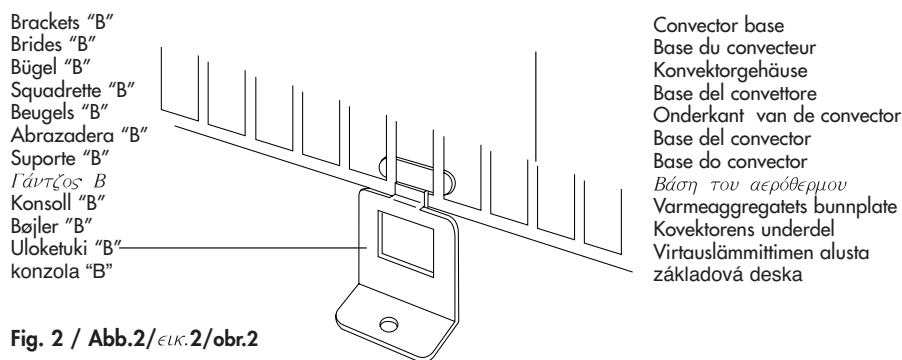

Fig. 2 / Abb.2/εΚ.2/obr.2
2. Hang the convector on the two brackets fixed to the wall and insert metal brackets "B" into the bottom rear section of the base of the convector as indicated in figure 2, one at each end.
2. Suspendez le convecteur aux deux brides fixées au mur, et insérez les brides métalliques "B" dans la partie arrière inférieure de la base du convecteur, comme illustré à la figure 2, une sur chaque côté.
2. Hängen Sie den Konvektor an die beiden an der Wand befestigten Bügel und führen Sie die Metallbügel 'B' wie auf der Abbildung 2 gezeigt, in das untere, hintere Teil des Konvektorgehäuses ein. Einen Bügel auf jeder Seite.
2. Appendete il convettore alle due squadrette precedentemente fissate, inserendo quelle "B" nella parte posteriore della base del convettore, come indicato nella fig. 2, una su ogni lato.
2. Heng varmeaggregatet på konsollene på vegg, og før inn metallkonsollene 'B' fra baksiden av varmeaggregatets bunnplate som vist på fig. 2. En konsoll på hver side.